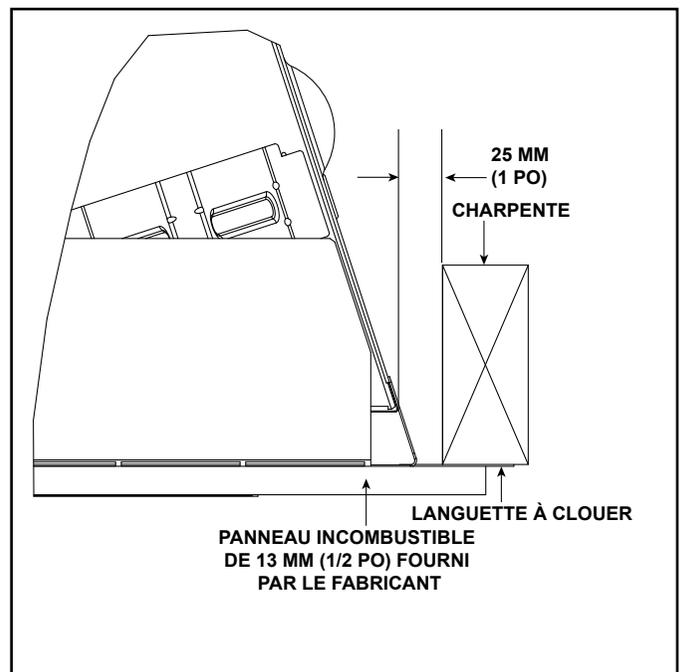

Figure 13.2 Détail de la finition de la partie avant
2. Vissez chaque languette à clouer au matériau de charpente adjacent. Assurez-vous qu'un espace de dégagement de 25 mm (1 po) est maintenu sur les côtés du foyer. Voir la figure 13.2.